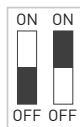

Рис. 1.
- 3.9. При необходимости плавного включения переведите DIP-переключатель номер 1 в положение ON, как изображено на рис. 1.
- 3.10. При необходимости снижения максимальной яркости переведите DIP-переключатель номер 2, показанный на рис. 1, в требуемые положения в соответствии с таблицей.